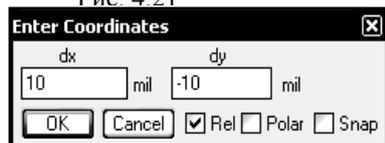

Рис. 4.22
- Нажмите клавишу **Tab** снова, чтобы открыть диалоговое окно **Enter Coordinates** (рис. 4.22).